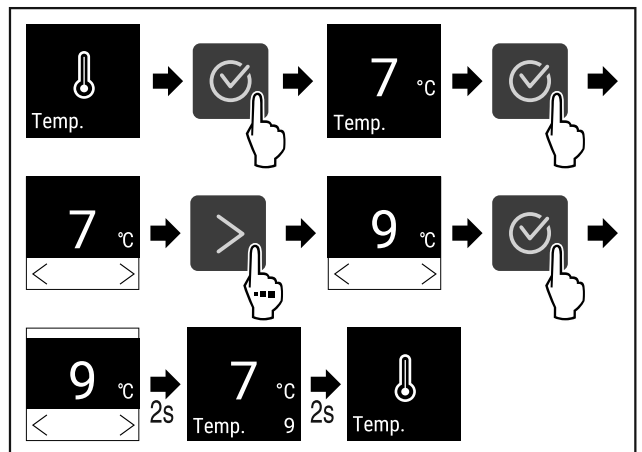

Fig. 65 Temperaturwechsel von 7°C auf 9°C
- ▶ Handlungsschritte (siehe Fig. 65) durchführen.